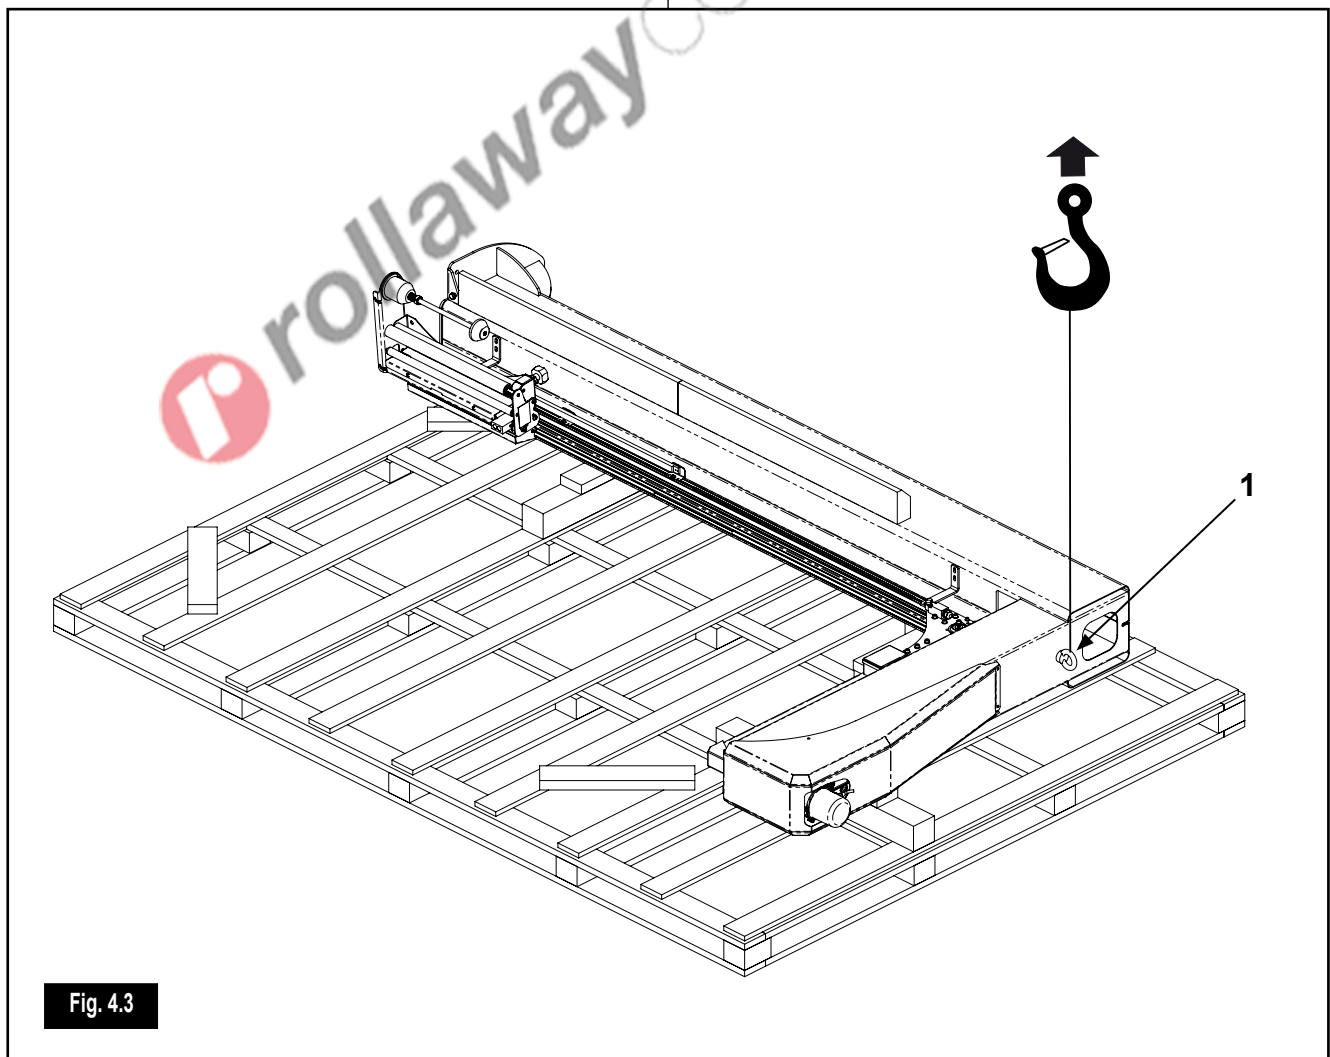

Fig. 4.3
- Sostenendo la macchina tramite il gancio di sollevamento, perforare il pavimento in corrispondenza dei fori passanti della piastra di fissaggio (Fig. 4.3.a).
- Fissare la macchina a terra attraverso i fori passanti della piastra di fissaggio (2) impiegando tasselli adatti al tipo di supporto e fiala chimica. Rimuovere il gancio della gru a carroponte dal golfare di sollevamento.
- Rimuovere i fermi (3) e (4).
- Montare i piedi sagomati supplementari (5), fissandoli con le viti (6).